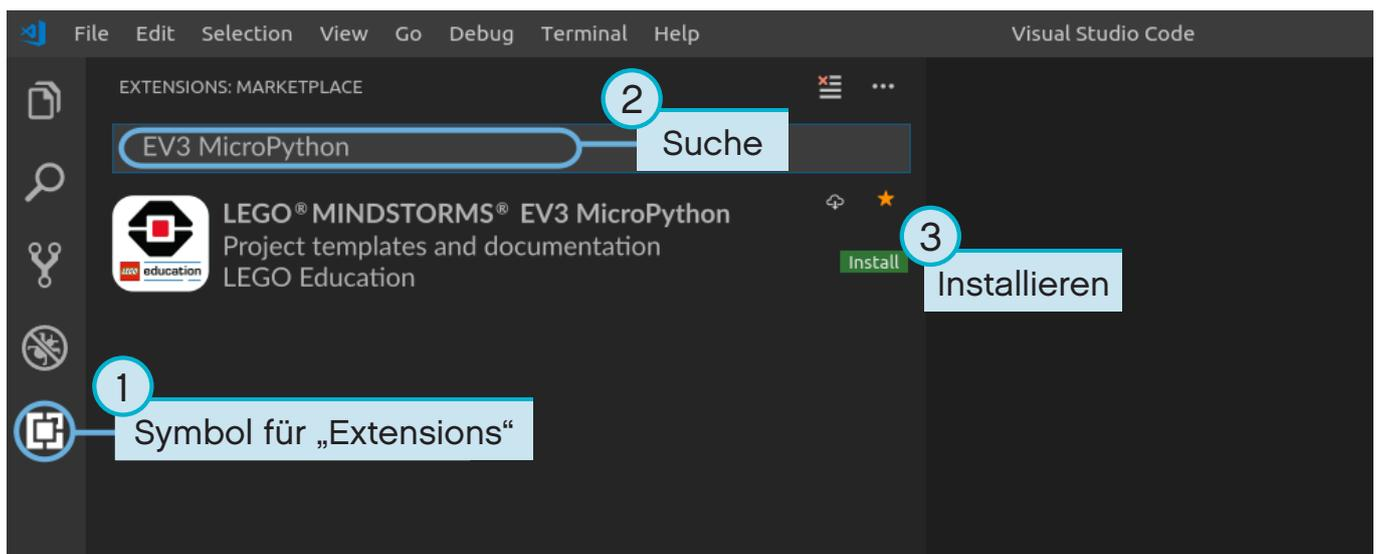

Abbildung 1.2: Installieren der Erweiterung über den Marketplace in Visual Studio Code
5. Die Erweiterung „EV3 MicroPython“ wie in Abbildung 1.2 dargestellt installieren.